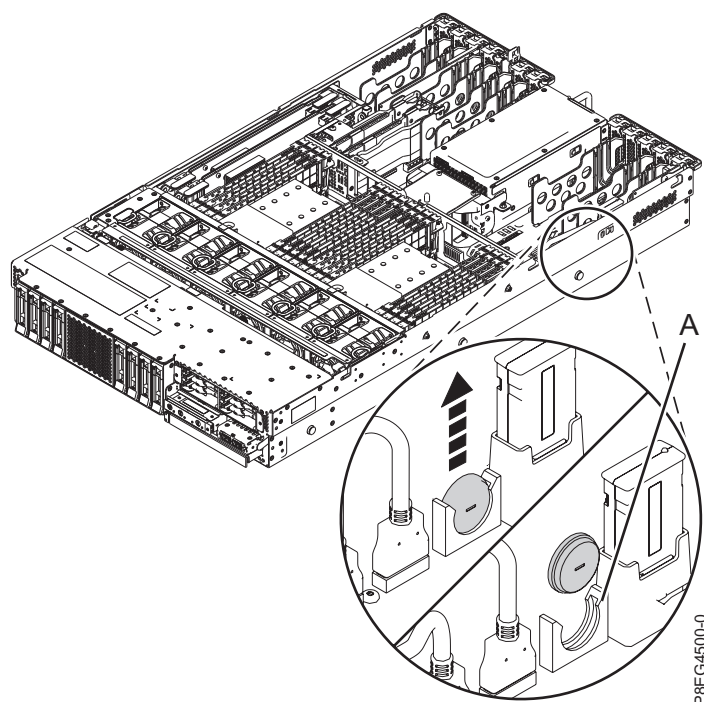

Figura 1. Remover a pilha do relógio
2. Remova a pilha do relógio da respectiva ranhura correspondente (A) no painel posterior do sistema, conforme demonstrado na Figura 1. Certifique-se de que regista a orientação da polaridade da pilha para poder inseri-la posteriormente com a mesma orientação.